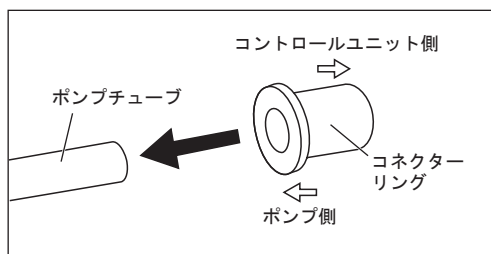

図40
- 6) 新しいポンプ(別売品)のチューブに、コネクターリングを取り付けてください。その際、リングの向きに注意してください。(図 40)